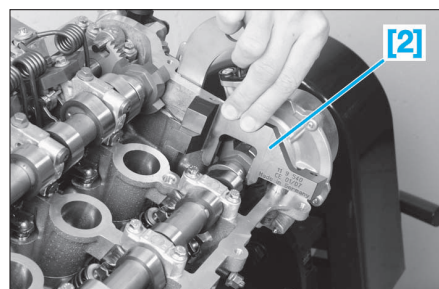

FIG. 10
- Poser l'outil [2] sur le méplat de l'arbre à cames d'échappement (Fig.10).